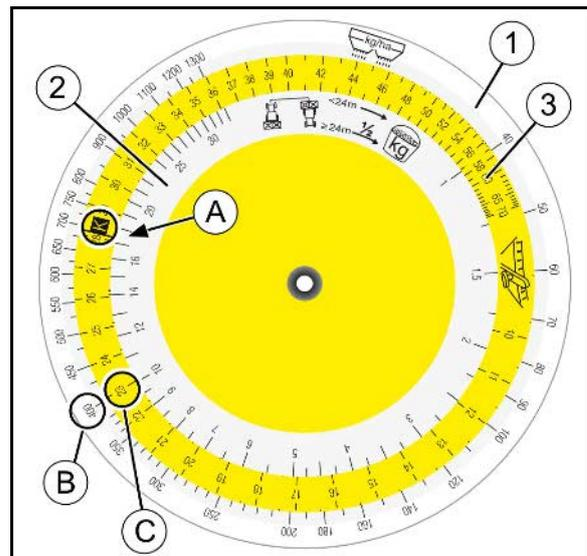

Fig. 71
7. Rechenscheibe für die Abdrehvorrichtung zur Hand nehmen. Auf Skala (Fig. 71/2) für aufgefangene Menge [kg] Zahlenwert **17,5** (A) aufsuchen und mit Position **K** der farbigen Skala (Fig. 71/3) übereinander stellen.
8. Gewünschte Streumenge (400 kg/ha) (B) auf der Skala für die Streumenge (Fig. 71/1) aufsuchen und erforderliche Schieberstellung (Position) **23** (C) ablesen.